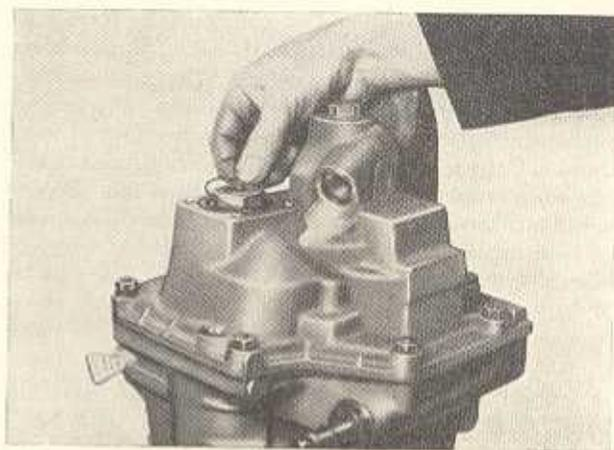

Bild G 127. Rundring einlegen
3. Rundring  $50 \times 2$  in die Fase um den Schrägkugellager-Außenring (QJ 205) legen, Kappe auflegen, mit vier Sechskantschrauben und Federscheiben befestigen (Bild G 127).